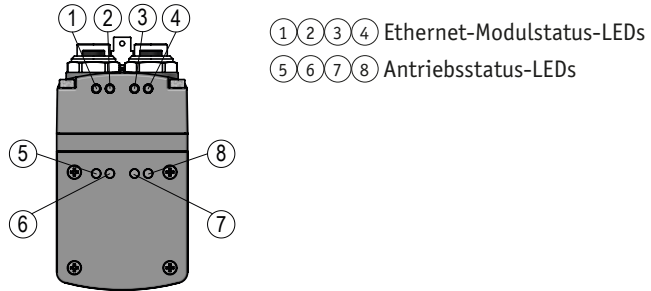

Abb. 9: Statusanzeige
Die LEDs ⑤⑥⑦⑧ (Abb. 9) informieren in der Werkseinstellung über den Status des Antriebes. Die Funktion der Antriebsstatus-LEDs kann konfiguriert werden. Die Funktionsbeschreibung der Antriebsstatus-LEDs ist dem jeweiligen Benutzerhandbuch zu entnehmen.